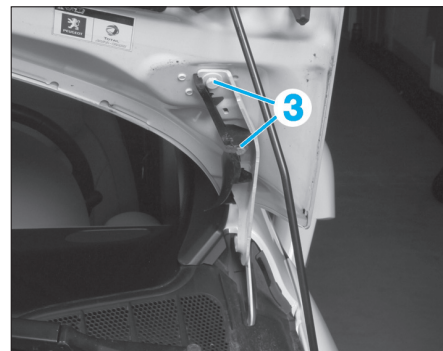

Fig. 158
- A l'aide d'un deuxième opérateur, déposer les vis de fixation (3) (Fig.158).